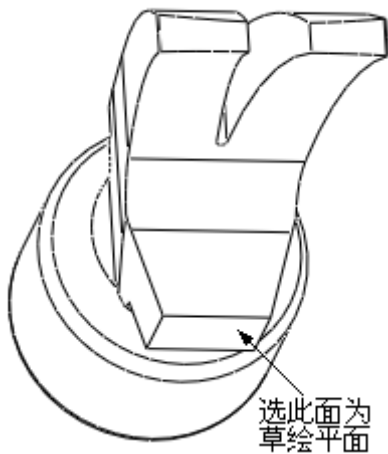
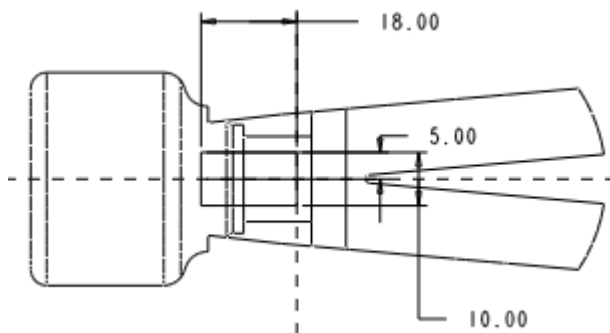

图 40-39
图 40-40
(2) 选择图 40-39 中箭头指示的面为草绘平面，绘制如图 40-40 所示的  $18 \times 10$  的矩形截面为拉伸截面。